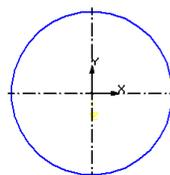

Рис.124
13. В Дереве построений выберите Горизонтальную плоскость, вид Нормально к. Получите вид рис.124.